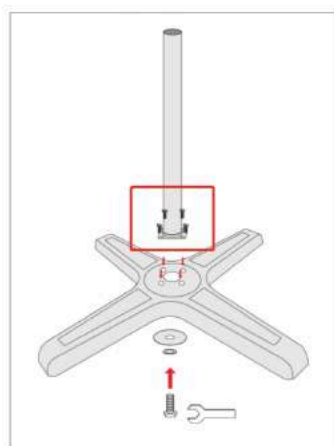

Figure 1
1. Enlevez le boulon et rondelles en bas du tube ainsi que les 4 vis sur la base. Insérez le tube correctement dans le trou central de la base en alignant les trous des 4 vis puis assemblez le tube et la base en remettant les rondelles et le boulon et en serrant les vis. Figure 1